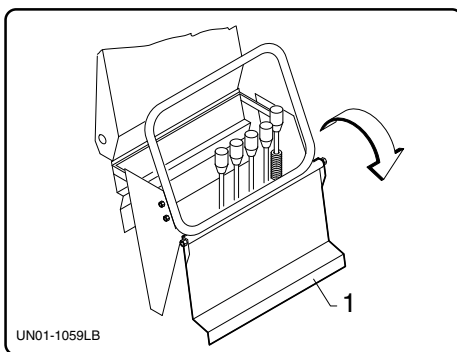

fig. 6.8.2
- Aprire il coperchio "1" fig. 6.8.2 (se presente).